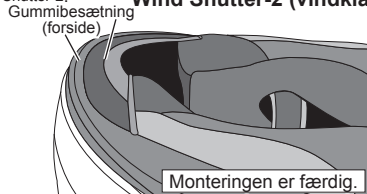

Fig. 4
4. Anbring mellemføret på en sådan måde, at kanten af rammegummiet er næsten fladt mod vindklappen Wind Shutter-2. Fastgørelsen af vindklappen Wind Shutter-2 er færdig (fig. 4).